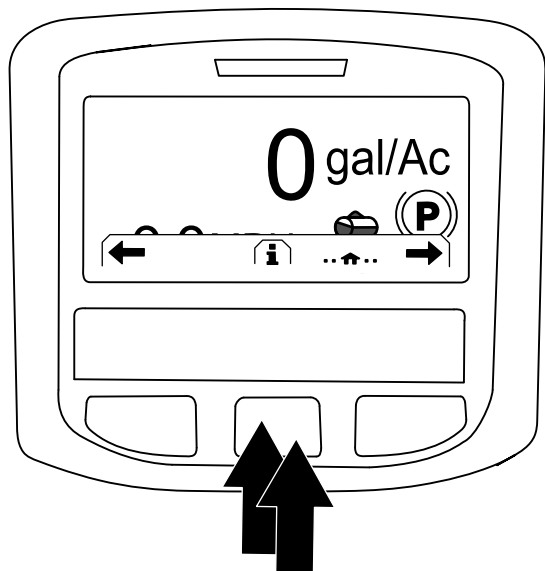

Рисунок 257
2. На главном экране (Home) нажмите среднюю кнопку на инфо-центре, чтобы перейти к странице навигации (Рисунок 257).
3. Нажмите среднюю кнопку на инфо-центре, чтобы перейти к главному меню (Main Menu) (Рисунок 257).